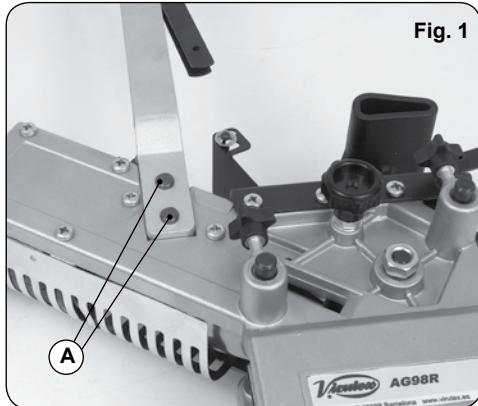

Fig. 1
Montar el cargador en su alojamiento, mediante los pomos A, (Fig. 1).
- No monte el cargador (Fig. 1 y 2), cuando vaya a aplacar con tiras pre-cortadas.